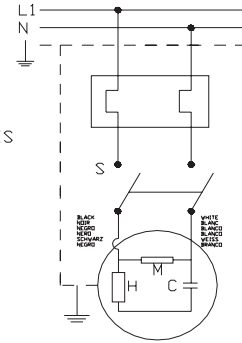

Fig. 1
- Tutte le pompe sono dotate di un piede con due fori per l'ancoraggio al suolo. (Fig. 1).